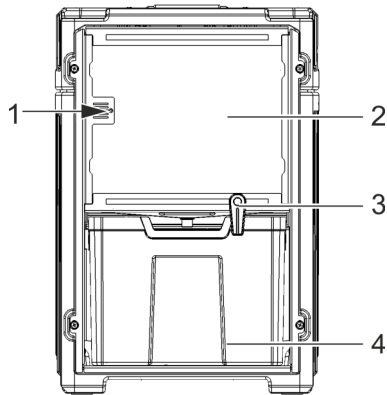

Abb. 2: Luftentfeuchter Serie AD 40 (Rückansicht)
Der Wasserauffangbehälter befindet sich im Luftentfeuchter (Abb. 2, Pos. 4). Der Füllstand des Wasserauffangbehälters wird über einen Schwimmer gemessen und der Luftentfeuchter ausgeschaltet, wenn der Behälter voll ist.
1. Lösen Sie die Verriegelung des Wasserauffangbehälters an der Eimerverriegelung (Abb. 2, Pos. 3 auf Seite 8).
4. Befestigen Sie den Kondensatablaufschauch am Kondensatablaufstutzen (Abb. 2, Pos. 7) und sichern Sie ihn mit einer Schlauchschelle.